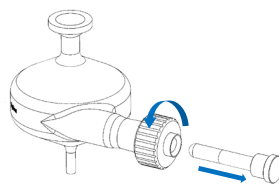

Figure 1. Retrait du bouchon d'étanchéité
- 1 Tournez doucement l'adaptateur de nébuliseur à contrôle de couple dans le sens antihoraire pour retirer le bouchon d'étanchéité (fig. 1)